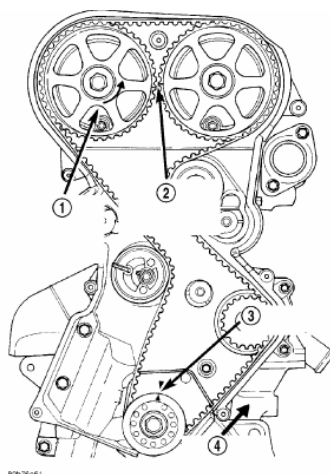

Рис. 107. Ремень ГРМ - Типовая установка.
(3) Установить ремень ГРМ. Начинать установку на коленчатом вале, затем – вокруг звездочки водяного насоса, промежуточного шкива, звездочек распредвала и далее – вокруг натяжителя (Рис.107).
(4) Сдвинуть звездочку распредвала выпускных клапанов против часовой стрелки (Рис.107), совместив метки, и выбрать слабину ремня.